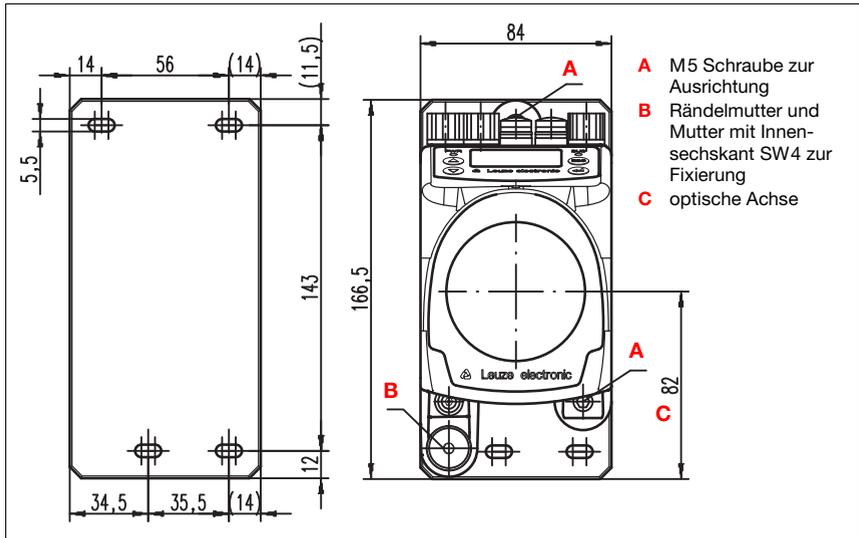

Bild 5.2: Gerätemontage
Der Laserlichtfleck wird so ausgerichtet, dass er bei minimaler wie auch maximaler Messentfernung immer in der Mitte des gegenüberliegenden Reflektors auftrifft. Benutzen Sie **zur Ausrichtung die beiden M5-Inbus-Schrauben ("A" in Bild 5.2)**. Achten Sie darauf, dass während der Ausrichtung die Rändelmutter und die Kontermutter ("B" in Bild 5.2) weit geöffnet sind.
*Damit sich die Ausrichtung des Lasermesssystems im Dauerbetrieb nicht verstellt, ziehen Sie anschließend die Rändelmutter handfest an und kontern die Fixierung fest mit der Mutter mit Innensechskant SW4 ("B" in Bild 5.2). Rändelmutter und Mutter dürfen erst nach der Justage angezogen werden.*